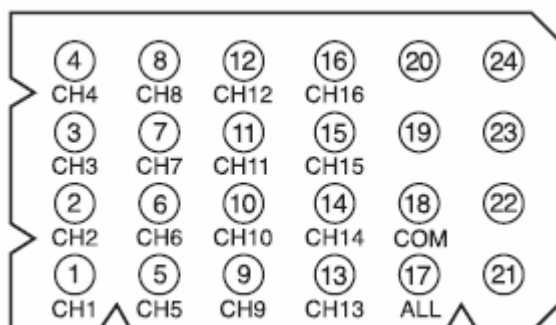

Рис.1
Разъем для подключения микрофонной консоли Inter-M RM-916. Распайка разъема дана на рис. 1.
3. Соедините микрофонные консоли RM-916 с разъемами 1, 2 на задней панели контроллера ECS-9216 (рис.1).